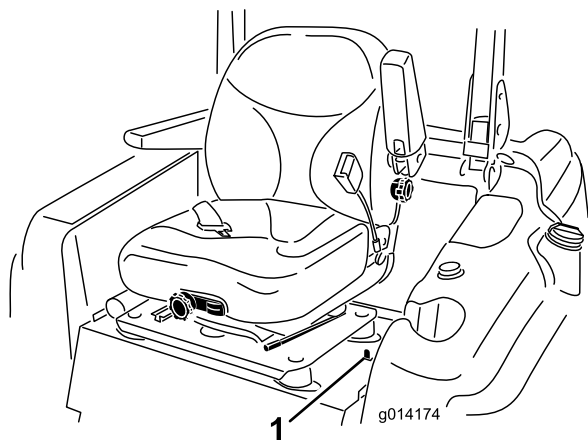

Figura 23
1. Mova o trinco do banco, localizado no lado esquerdo do banco, para trás para soltar o banco e empurre para a frente na parte superior do banco (Figura 23).